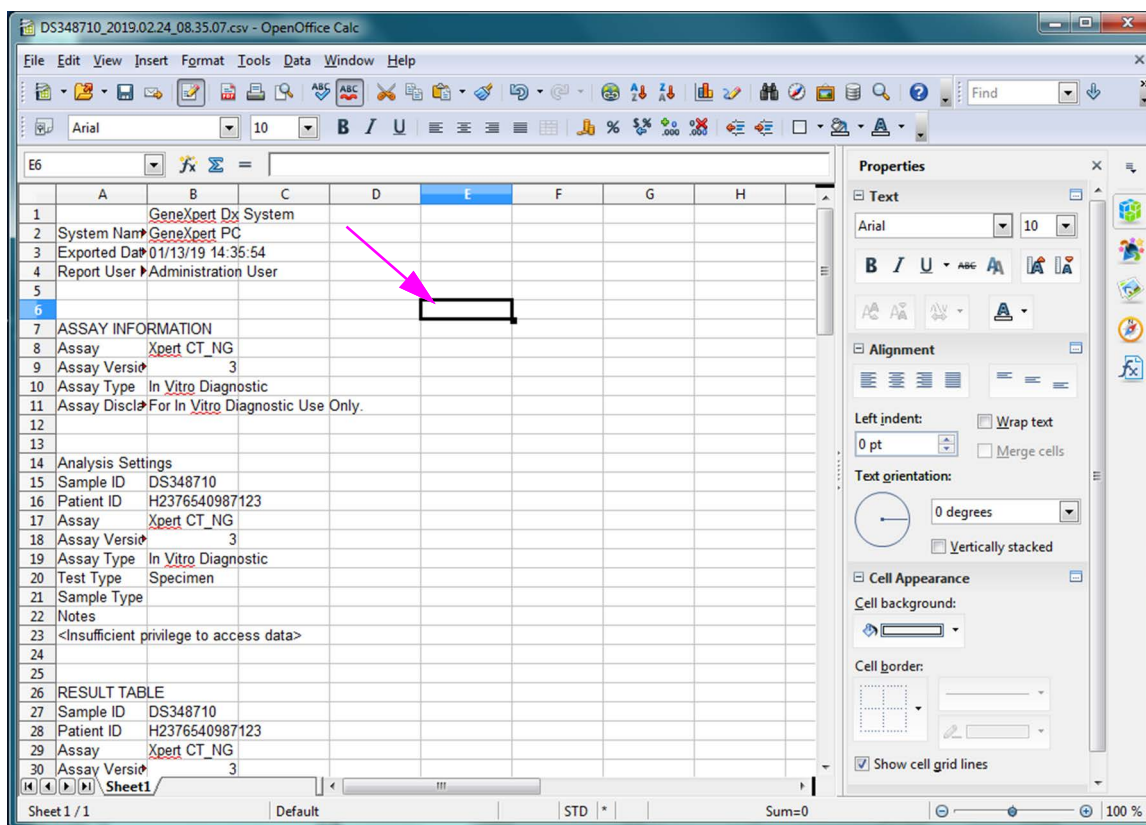

Abbildung D-8. Abschließende Ansicht der Datei mit eingestellten Spalten
11. Klicken Sie auf das Kästchen links neben **Default value** (Standardwert) und anschließend auf **OK**, um das Dialogfeld zu schließen. Daraufhin werden die Spaltenbreiten eingestellt und die Datei formatiert, wie in Abbildung D-8 dargestellt. Klicken Sie auf eine beliebige Stelle in den leeren Spalten, um die blau unterlegten Zellen abzuwählen, sodass sie wieder weiß werden.